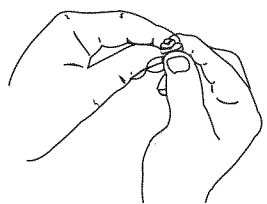

Fig. 37
- Apriete el filtro para esparcir y retirar el exceso de aceite (Fig. 37).